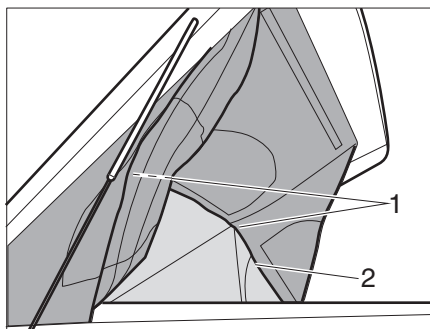

Figure 9 Fonction panoramique
- Ouvrir la fermeture éclair (Figure 9,2) tout autour du toit relevable.
- Fixer les parois latérales et la paroi frontale au toit relevable en haut à l'aide de fermetures Velcro (Figure 9,1).